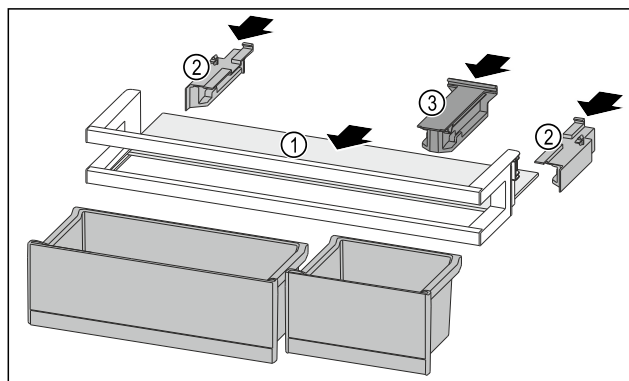

Fig. 175
- ▶ 将搁板 Fig. 175 (1)推入侧面凹槽。
- ▶ 插入侧面部分 Fig. 175 (2)。
- ▶ 插入定位件 Fig. 175 (3)。